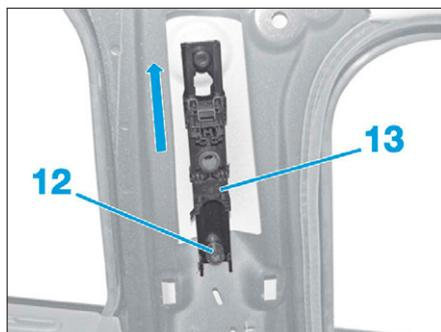

FIG. 20
- Déposer la vis (12) (Fig.20).
- Lever le support de ceinture de sécurité (13) pour le déposer.